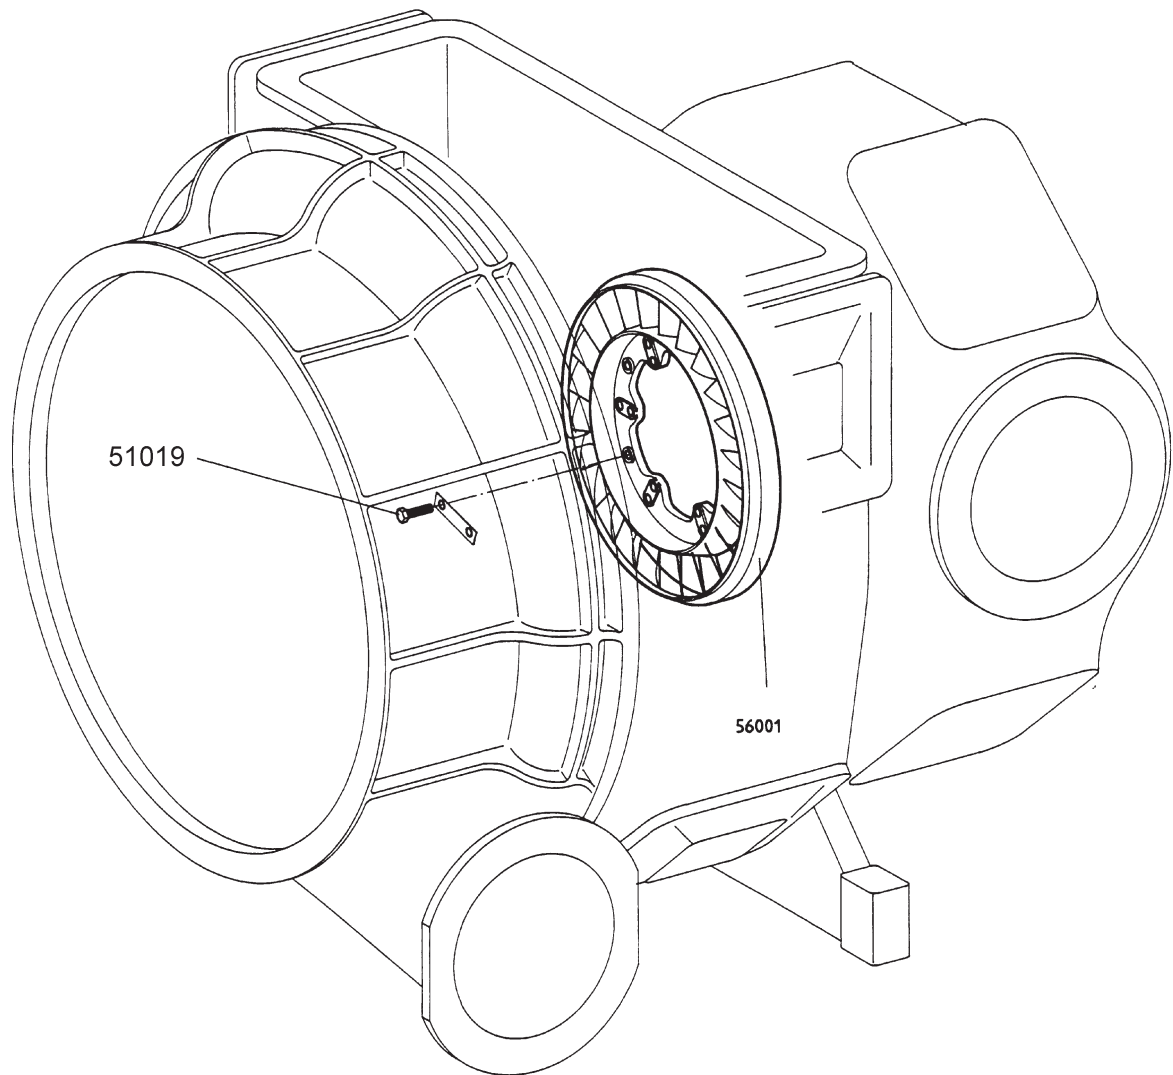

Fig. 5-18
- 6kt-Schrauben (51019) entsichern und entfernen (s. Fig. 5-18).
Hinweis Schrauben zum Düsenring (51019) (siehe Fig. 5-18) vor der Montage mit keramischer Paste bestreichen. Das Festfressen der 6kt-Schrauben wird dadurch verhindert.
- Unlock and remove hex.-headed screws (51019) (see fig. 5-18).
Note Before assembly coat the nozzle ring screws (51019) (see fig. 5-18) with ceramic paste. This prevents seizing of the hex.-headed screws.